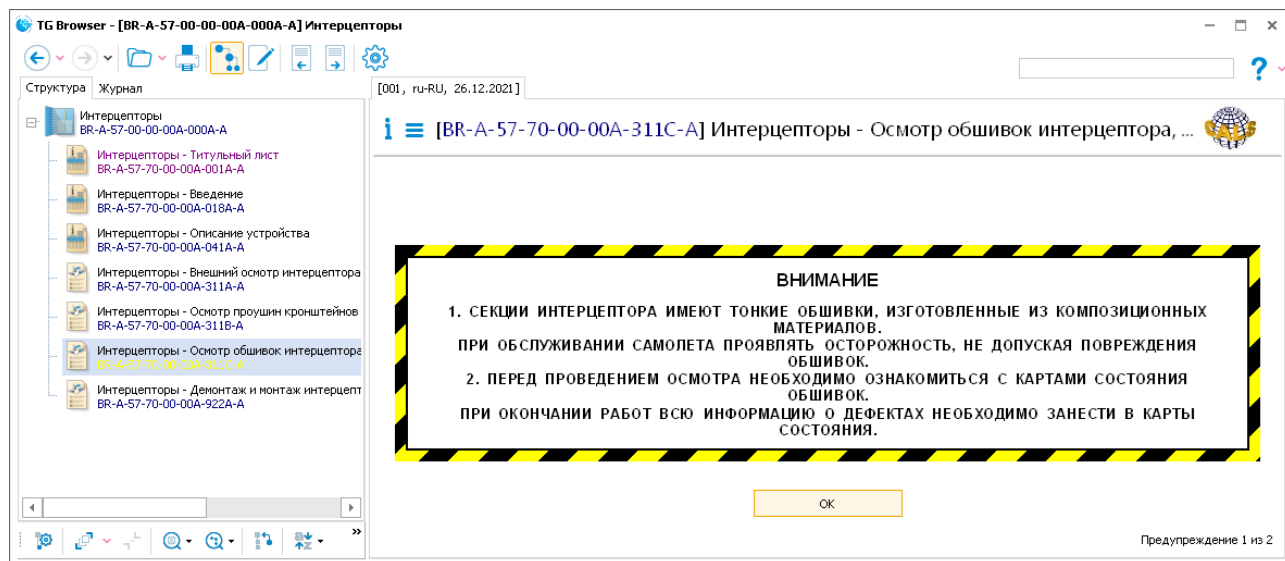

Рис. 143
2. На вкладке **Структура** выберите МД типа «Технологическая карта». В правом окне появится сообщение с общими для всего МД блоками (или со всеми, в зависимости от настроек, выбранных в окне **Настройки**) «Предупреждение» и «Внимание» (Рис. 143).